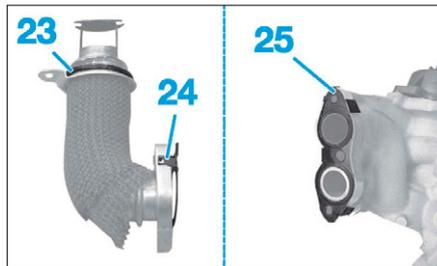

FIG. 78
- Lors de la mise en place des joints d'étanchéité (24) et (25) s'assurer du bon positionnement des ergots de maintien. (Fig.78).